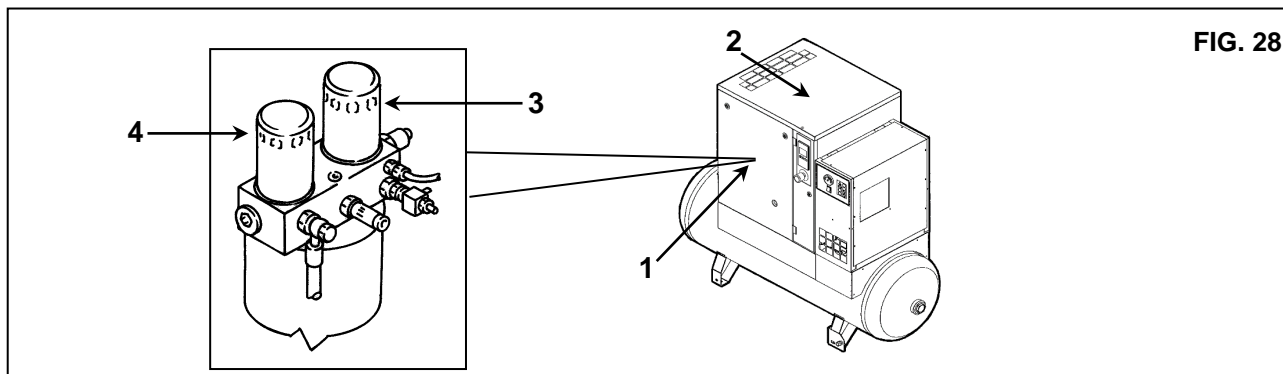

FIG. 28
23.0 ÎNLOCUIȚI FILTRUL SEPARATORUL DE ULEI ȘI FILTRUL DE ULEI (FIG. 28)
- Scoateți panoul frontal ref. 1 fig. 28 cu ajutorul cheii speciale.
- Scoateți dispozitivul fix de protecție (capacul utilajului) Ref. 2 Fig. 28.
- Scoateți filtrul de separare a uleiului Ref. 3 și filtrul de ulei Ref. 4 Fig. 28.
- Închideți la loc dispozitivul fix de protecție (capacul utilajului) Ref. 2 Fig. 28, folosind respectivele șuruburi de fixare.
- Închideți panourile, ref. 1 fig. 28.